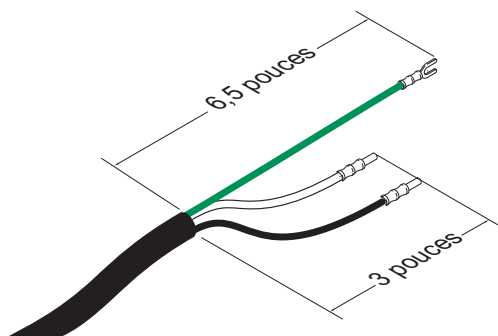

FIG. 6: Cable de alimentación
- Añada casquillos si fuera necesario. Consulte la FIG. 6.